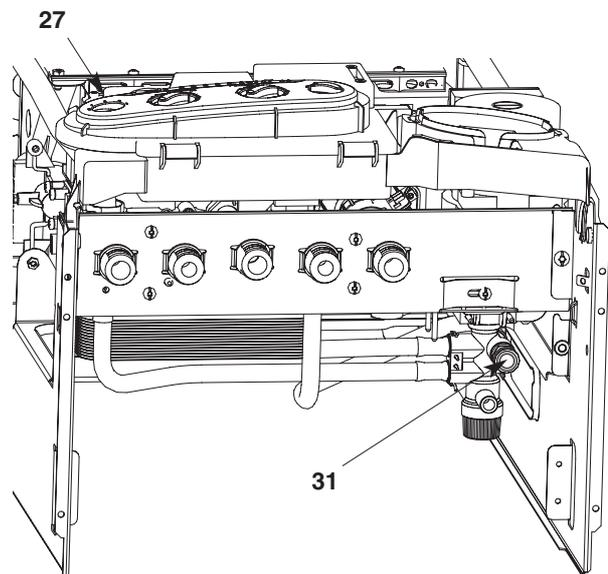

Fig. 14
- abrir la llave de llenado **31** (fig. 14)
- cerrar la llave cuando la aguja del manómetro **27** (fig. 14) muestre una presión superior a la determinada en la página 3 (1,5 bar aproximadamente)